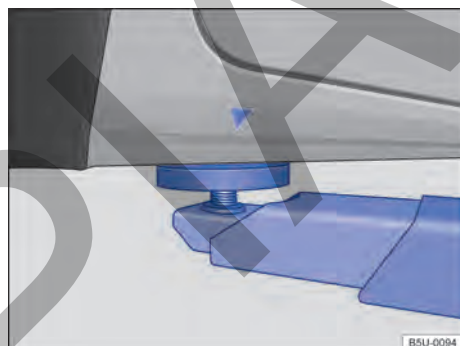
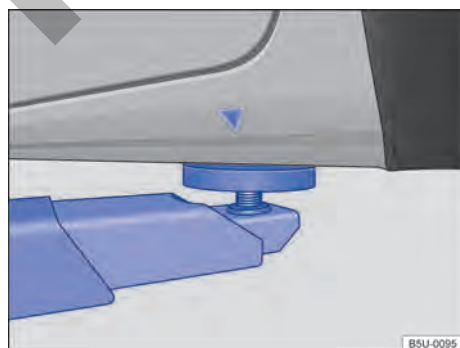

Fig. 149 Puntos de apoyo delanteros para la suspensión con plataforma elevadora o con gato.
Fig. 150 Puntos de apoyo traseros para la suspensión con plataforma elevadora o con gato.
El vehículo debe ser suspendido solamente por los puntos indicados en las figuras → fig. 149 y → fig. 150. Si el vehículo no está suspendido por los puntos indicados, pueden ocurrir daños en el vehículo → **ⓘ** y lesiones graves → **⚠**.
- Suspender el vehículo solamente por los puntos indicados en las figuras → fig. 149 y → fig. 150. Si el vehículo no es suspendido por los puntos indicados, puede caer de la plataforma elevadora cuando, por ejemplo, se desmonta el motor o la suspensión.